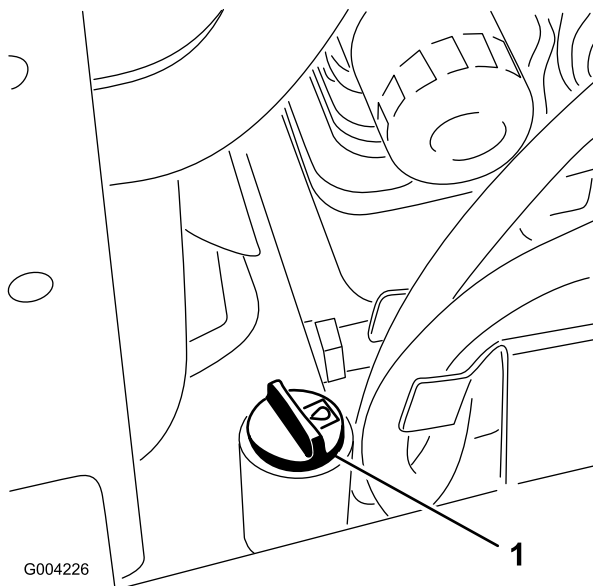

Figura 18
5. Pulite la zona intorno al collo del bocchettone del serbatoio idraulico (Figura 18).